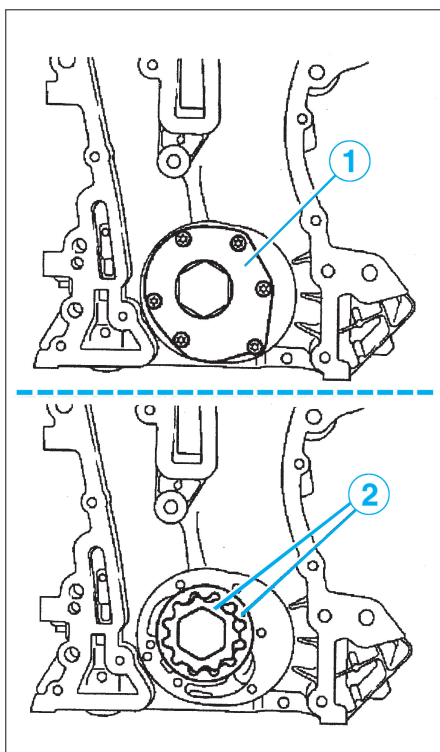

Fig. 17
- Déposer le couvercle (1) de pompe à huile du carter de distribution (6 vis) (Fig.17).
- Retirer les pignons intérieur et extérieur (2).